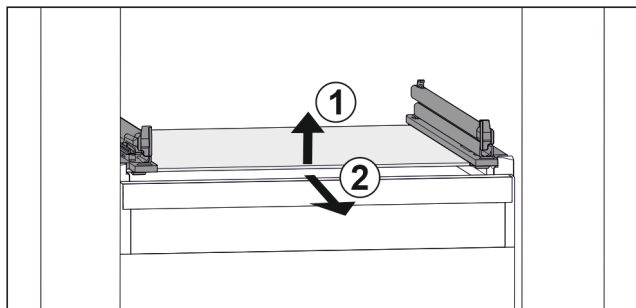

Fig. 47 Az üveglap példaként szolgáló ábrázolása
- ▶ Emelje meg az üveglap elejét. Fig. 47 (1)
- ▶ Vegye ki az üveglapot előrefelé. Fig. 47 (2)